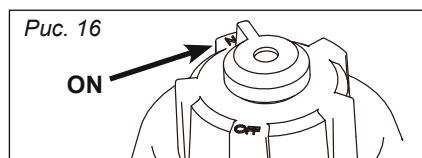

Рис. 17
2. Поверните переключатель «3 в 1» в положение ③ (рис. 17).